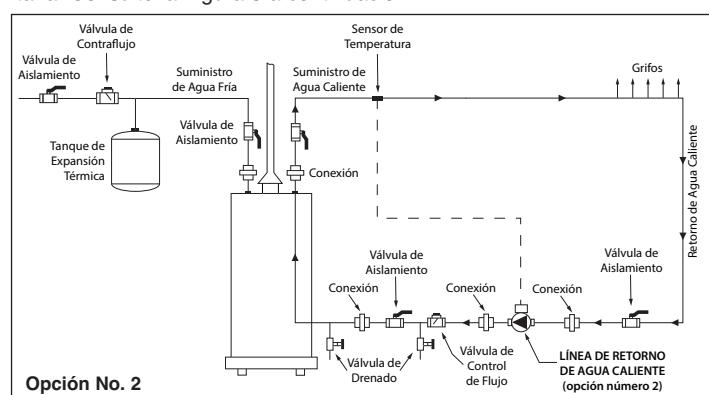

Figura 3: Diagrama de instalación (solamente para la explicación)
Línea de Retorno de Agua Caliente (Opción No. 2) - Instale el SmartPlus en la tubería de retorno de agua caliente sanitaria (DHW) hacia la fuente de agua caliente sanitaria. El sensor externo suministrado con el SmartPlus debe instalarse en la línea de suministro de agua caliente sanitaria. Consulte la Figura 3 a continuación.
- Instale el SmartPlus en línea en la línea de retorno de agua sanitaria como se muestra en la Figura 3. Asegúrese de que la flecha direccional en la carcasa esté instalada con la flecha apuntando hacia la fuente de agua caliente.
- Instale todos los demás componentes del sistema como se muestra en el diagrama de tuberías de la Figura 3.